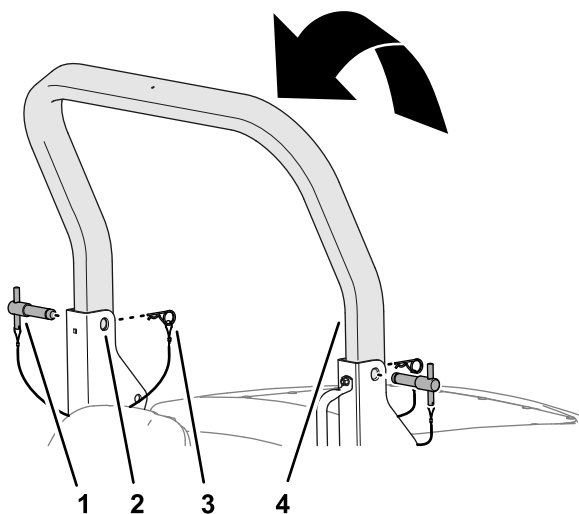

**Figura 23**
3. Sollevate il roll bar superiore sinché i suoi fori non sono allineati con le staffe orientabili (Figura 23).
4. Inserite i perni del roll bar nei fori superiori delle staffe orientabili e nel roll bar superiore (Figura 23).
5. Fissate i perni del roll bar alle staffe orientabili con le coppiglie (Figura 23).